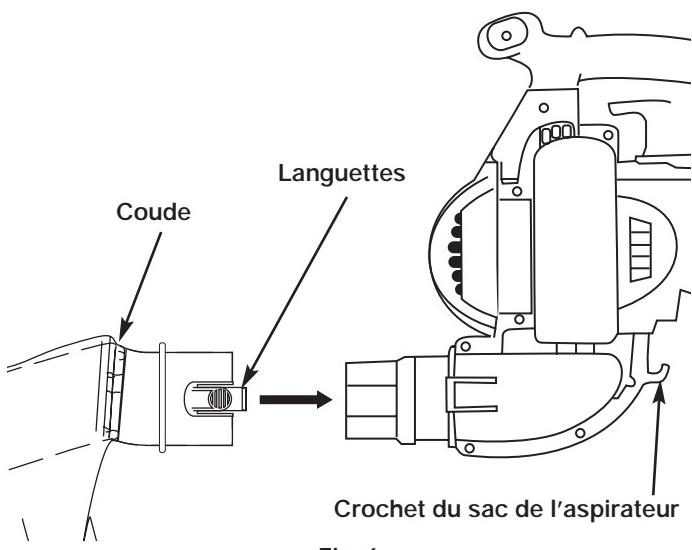

Fig. 6
7. Enfoncez le tube du sac d'aspirateur sur la sortie de souffleuse et poussez jusqu'à ce que les deux languettes émettent un déclic (Fig. 6).
- Retirez le sac d'aspirateur en appuyant sur les deux languettes du coude du sac en même temps et en tirant l'aspirateur (Fig. 6).